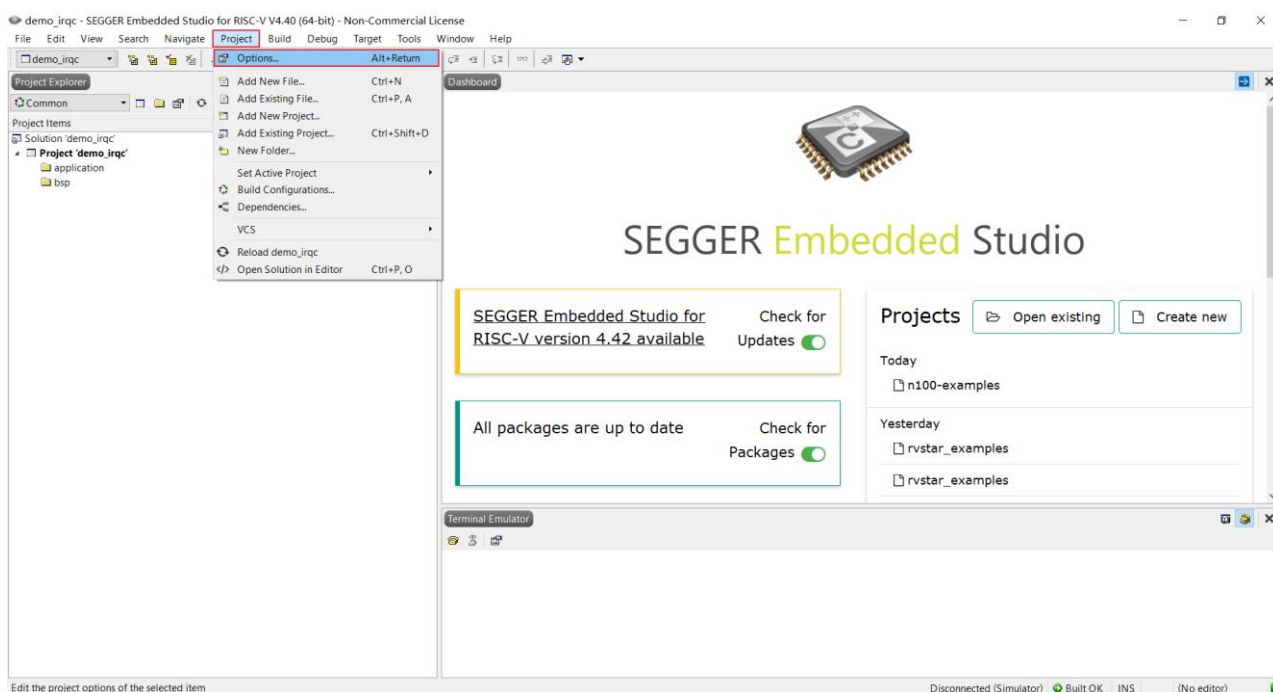

图 2-13 打开工程设置
- 在菜单栏选择“Project-->Options”打开工程设置弹窗，如图 2-13。